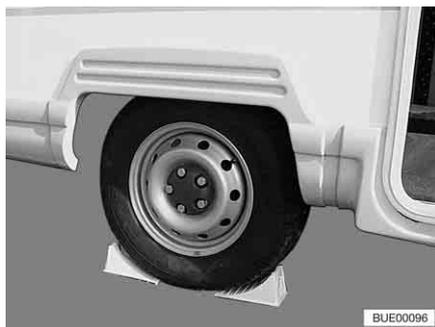

Fig. 275 Bloccare il veicolo
- Sistemare in corrispondenza della ruota di fronte i cunei d'arresto o oggetti simili in modo da bloccare il veicolo (Fig. 275).